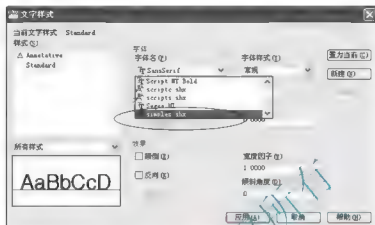

图 3.4 选择“simplex.shx”字体
(2) 将 Standard 文字样式的字体修改为 simplex.shx。
① 确认中文输入法已经关闭后, 选中 Standard 字体, 在【字体名】下拉列表中选择“simplex.shx”选项, 如图 3.4 所示。